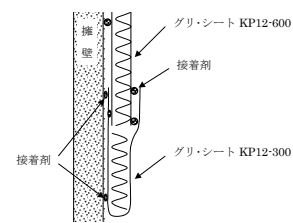

図 II-4 「グリ・シート」接続部の処理
- ① 「グリ・シート KP12-600」の下端を「グリ・シート KP12-300」の芯材に突き合わせ、「グリ・シート KP12-300」のフィルター耳の内側に接着剤を塗布し、固定する。（図 II-4）